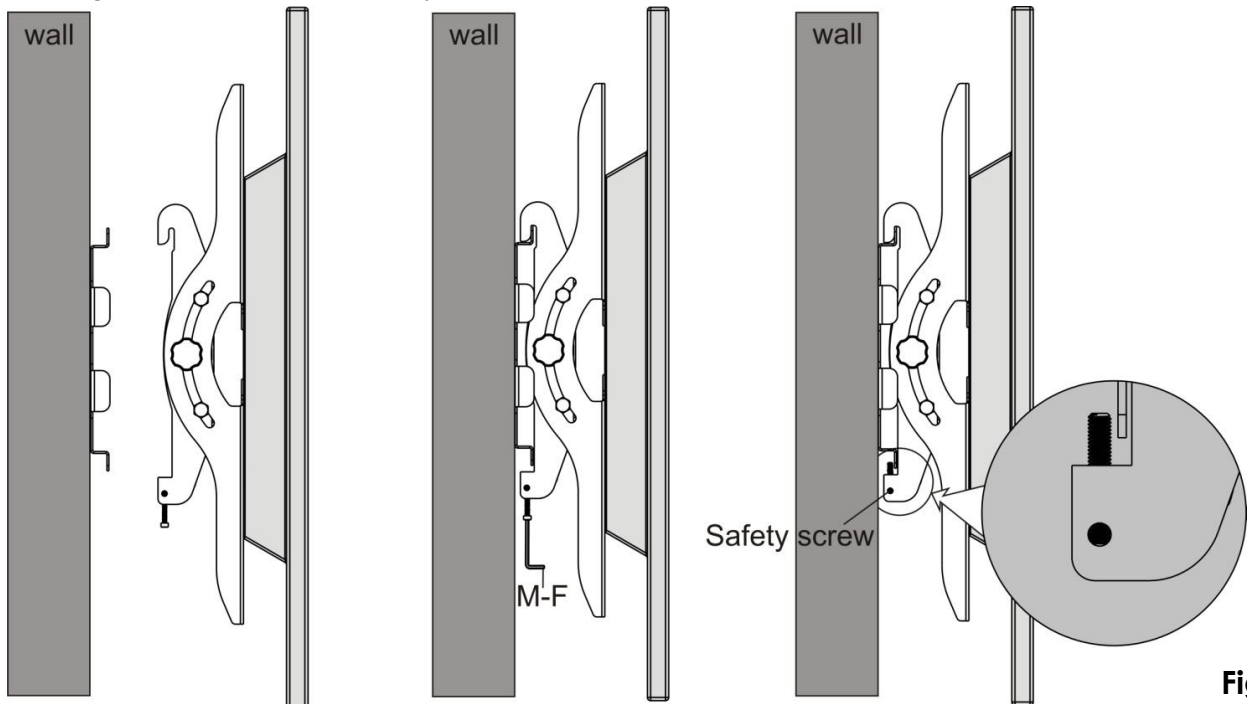

Fig. 7
- Une fois le support mural correctement fixé contre le mur, soulevez doucement votre télévision avec l'aide d'une autre personne et placez les crochets supérieurs au-dessus du rail de la plaque murale, comme cela est indiqué dans la Fig. 7.
- Ajustez les vis de sécurité sur les supports de l'écran avec une clé Allen (M-F), comme cela est indiqué dans la Fig. 7.